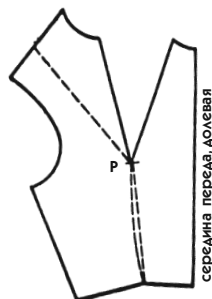

Рис. 111
- после того как вы правильно начертили перенос вытачки (сплошные линии на рис. 111), закройте и снова сколите булавками (или заклейте скотчем) обе основные вытачки (пунктиры на рис. 111). В таком виде лекало плотно прилегает к фигуре, для которой оно предназначено. Но чтобы применить его для кроя ткани, оно должно быть плоским;
- разрежьте бумагу по новой линии вытачки до точки Р. Как только вы дойдете до нее, лекало сразу станет плоским: края разреза раздвинутся, образуя новую вытачку, которая заменит полностью две закрытые вытачки базового лекала (рис. 111).
7. Для выбранной модели не существует универсального правила для отметки долевой нити на лекале по рис. 111.